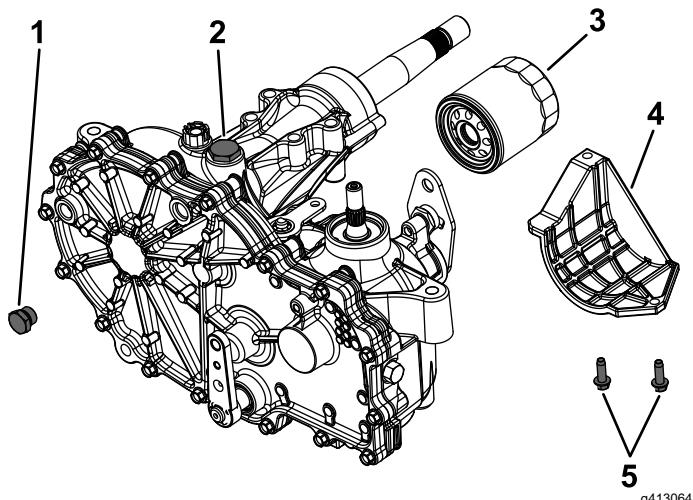

Figure 74
Si nécessaire, versez du liquide hydraulique Toro® HYPR-OIL™ 500 dans l'orifice de remplissage jusqu'à ce que le liquide soit visible au bas de l'orifice supérieur de chaque boîte-pont (Figure 73 et Figure 74).
4. Localisez le filtre et les protections sur chaque transmission à boîte-pont (Figure 74).
5. Retirez les 3 vis qui fixent la protection du filtre et déposez la protection (Figure 74).
7. Retirez le bouchon de l'orifice supérieur (Figure 74) sur les boîtes-ponts gauche et droite avant de faire le plein d'huile. Cela permettra la mise à l'atmosphère des boîtes-ponts avant le remplissage d'huile.
9. Rebouchez l'orifice supérieur de chaque boîte-pont lorsque le niveau d'huile atteint cet orifice (Figure 74).